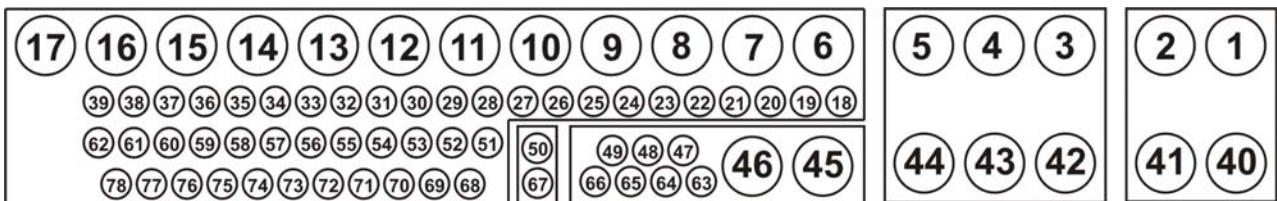

Bild 5: Steckerbelegung des SKF, Ansicht von oben
3. das grün/weiße (Pin74 SKF) und das blau/grüne (Pin56 SKF) Kabel des Kabelbaums müssen aufgetrennt werden. **Wichtig: achten Sie auf das richtige Kabel, die Kabelfarben können mehrfach vorkommen (siehe auch Bild 5).**